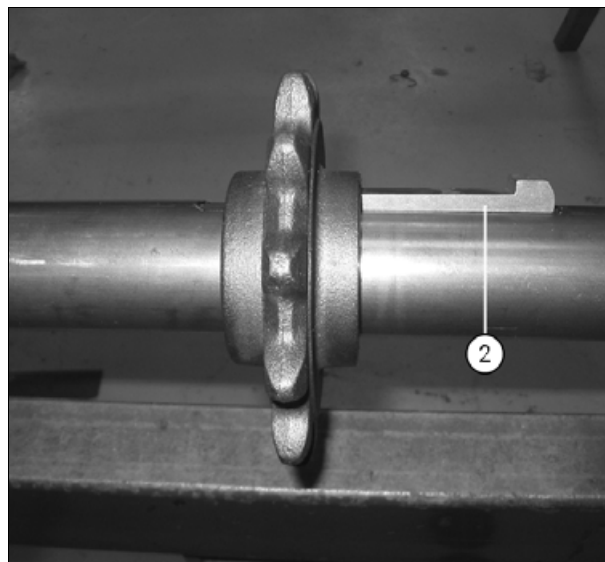
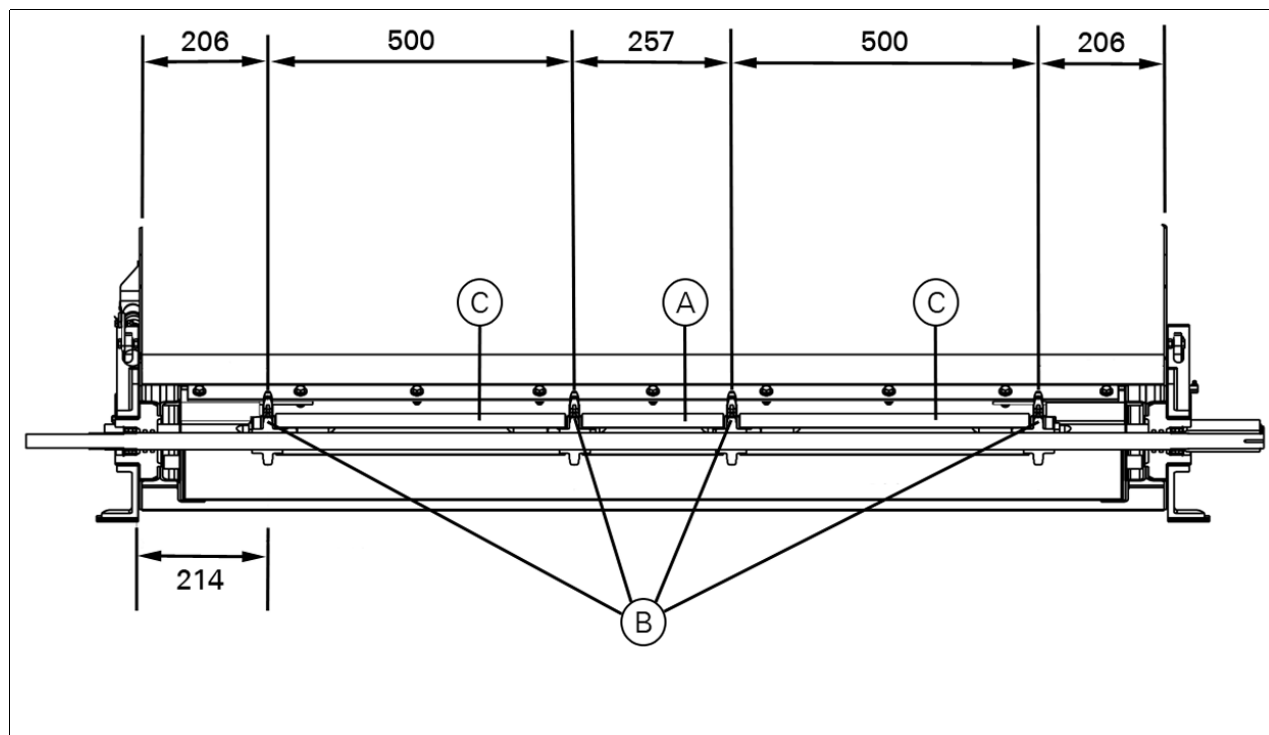

Рис. 6.
Рис. 7.
- При установке свободно наденьте среднюю защитную трубку (А) (рис. 7) и звездочку (В) (рис. 7) на вал.
- При установке звездочек на вал расстояния между ними должны быть равны указанным в рис. 7. Закрепите звездочки при помощи шпонок с головкой (2) (рис. 6). Шпонки вбиваются с той стороны, где еще не установлены защитные трубки вала (С).